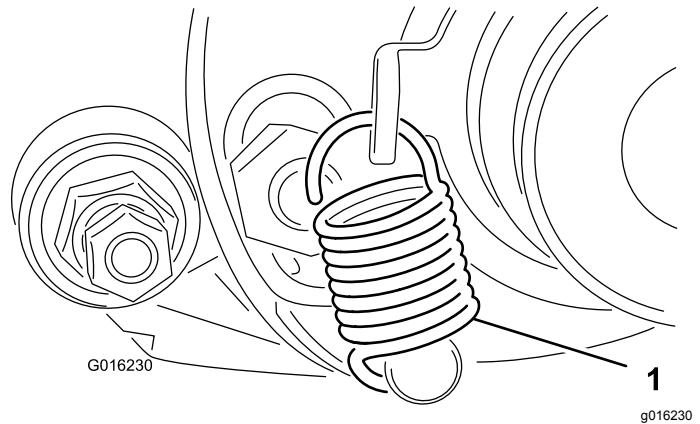

Рисунок 16
- Поворачивайте натяжной шкив до тех пор, пока пружина отводного рычага не войдет в зацепление с отверстием в кронштейне шкива и шпилькой, как показано на Рисунок 16.